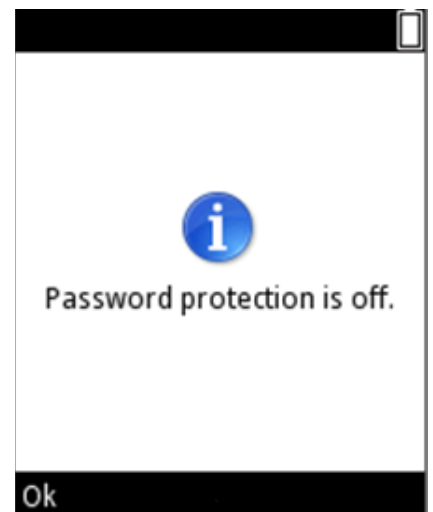

図 D54
5. ディスプレイ上にパスワードを確認する情報テキストが表示されます (図 D54)。  (**Ok**)を押します。